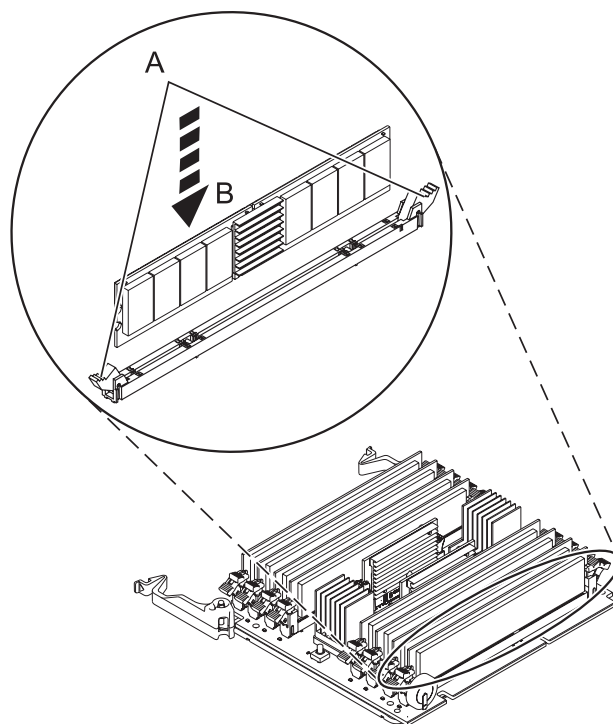

Figure 13. Remise en place d'un module de mémoire
13. Vérifiez que les languettes de verrouillage du connecteur **(A)** sont ouvertes en position déverrouillée, comme indiqué dans la figure 13, avant d'installer un nouveau module de mémoire.